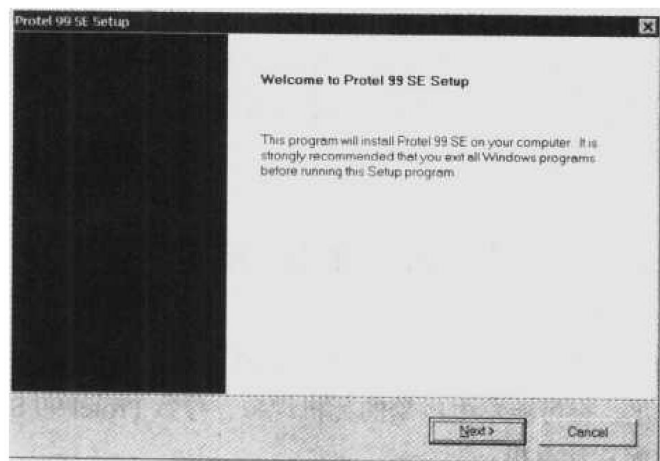

图 1.1 Protel 99 SE 安装画面
- (1) 将 Protel 99 SE 安装光盘放入光驱, 此时系统自动运行安装程序, 出现相应的安装画面, 如图 1.1 所示。也可打开光盘中的 Protel 99 文件夹中的 Protel 99 SE 文件夹, 运行其中的 Setup.exe 文件, 进入安装程序。